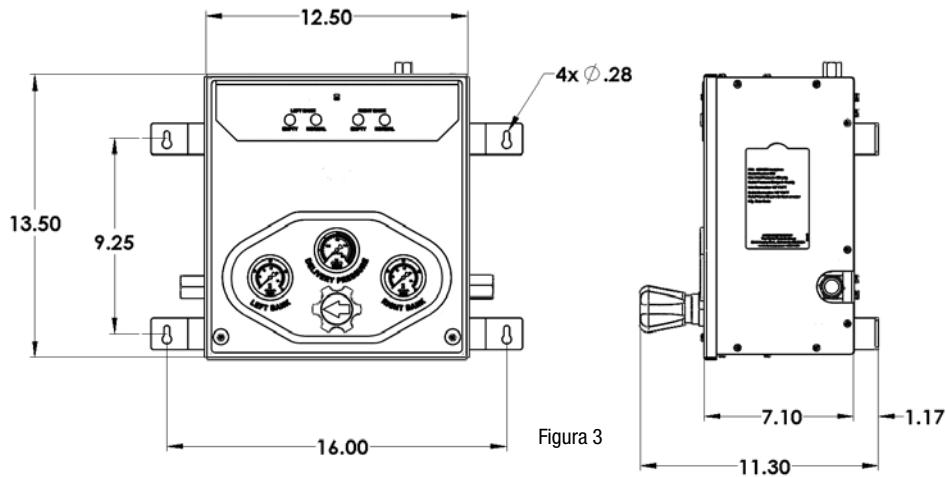

Figura 3
1. La caja de control debe estar sujeta a una pared o a otra estructura segura, de modo tal que las conexiones de entrada a la caja estén a aproximadamente 60 pulgadas del piso. La dimensión puede ser levemente mayor o menor según la altura del cilindro. Las dimensiones de montaje para la caja de control se muestran en la Figura 3. Las clavijas de montaje horizontales deben dimensionarse a 16 in y las clavijas de montaje verticales deben dimensionarse a 9.25 in. La caja no viene con las herramientas de montaje, por lo que el cliente debe elegir los sujetadores adecuados para la superficie de montaje.